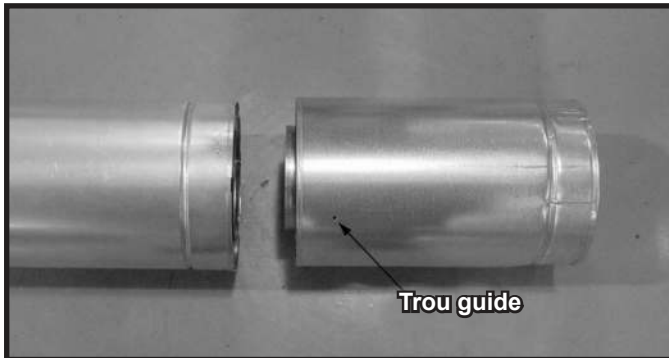

Figure 10.3 Trous guides de la section coulissante
- Glissez le tuyau intérieur de la section coulissante dans le tuyau intérieur de la section de conduit et le tuyau extérieur de la section coulissante sur le tuyau extérieur de la section de conduit. Voir la Figure 10.3.